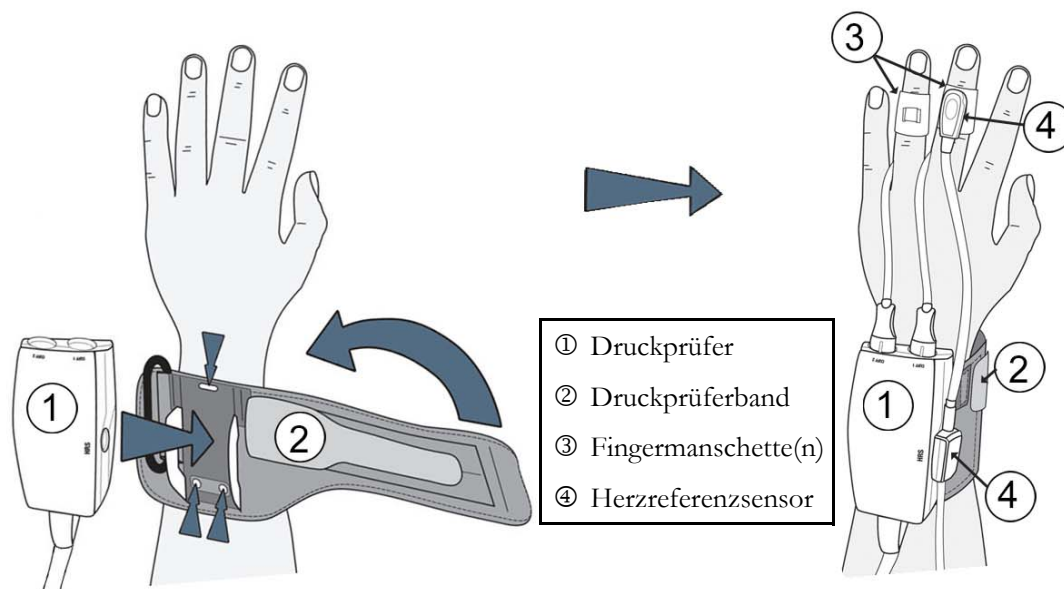

Abbildung 11-2 Anbringen des Druckprüfers
Der Druckprüfer wird am Handgelenk des Patienten getragen und an das HemoSphere ClearSight Modul, das HRS und die Fingermanschette(n) angeschlossen. Siehe Abbildung 11-2.
- 1** Wickeln Sie das Druckprüferband um das Handgelenk des Patienten. Die nicht dominante Hand wird für die Überwachung bei wachen Patienten bevorzugt. (Abbildung 11-2, links)